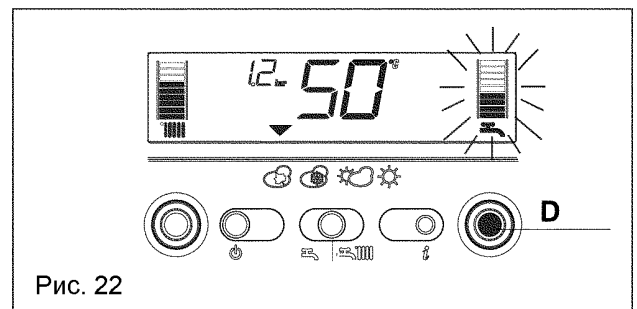

Рис. 22
- СЛУЧАЙ С** только отопление + бойлер с датчиком: для регулирования температуры горячей воды, находящейся в бойлере, поверните переключатель **D** (рис. 22): по часовой стрелке, чтобы увеличить температуру, против часовой стрелки – чтобы уменьшить ее.